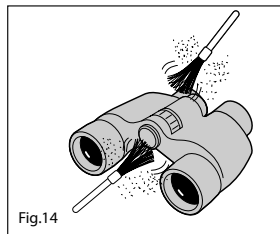

Fig.14
11. Limpie el polvo atrapado en el mango de enfoque, unidad de ajuste de dioptrías u otras piezas giratorias con un cepillo suave. (Fig. 14)